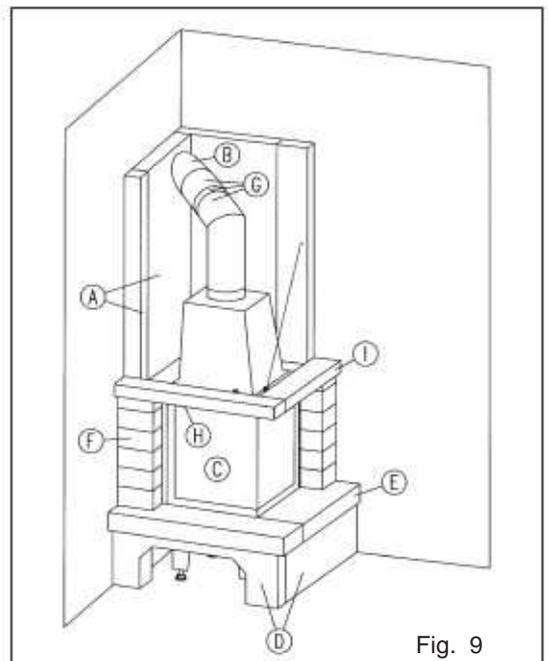

Fig. 9
- 11.1 Vous pouvez créer la hotte verticalement ou avec une légère inclinaison vers le plafond. Reportez les mesures de la hotte choisie sur le mur et tracer une seconde marque à une distance de 4 cm vers l'intérieur de la hotte. Les 4 cm correspondent à l'épaisseur de panneaux de la hotte. L'isolation doit couvrir toute cette surface. La limite supérieure de l'isolation est d'environ 5 cm au-dessus de l'entrée du conduit de fumée. Ceci est également la dimension du faux-plafond. (Fig. 9)